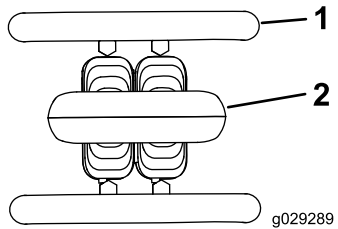

Bild 6
- Lassen Sie den Fahrmantrlebshebel los, um die Maschine anzuhalten (**Bild 6**).